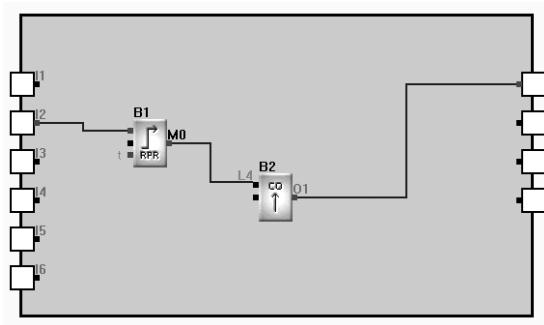

图 4.12 建立模块连线
a. 若您在第一步中选择了自动连线，当移动鼠标到达模块的输入输出端口时，鼠标的形状变为“+”，表示可以按鼠标左键确定连线的一个端点，此时单击一下鼠标左键然后移动鼠标到下一个模块的输出端口（或者输入端口），系统便可自动建立连线，如图 4.12 所示：